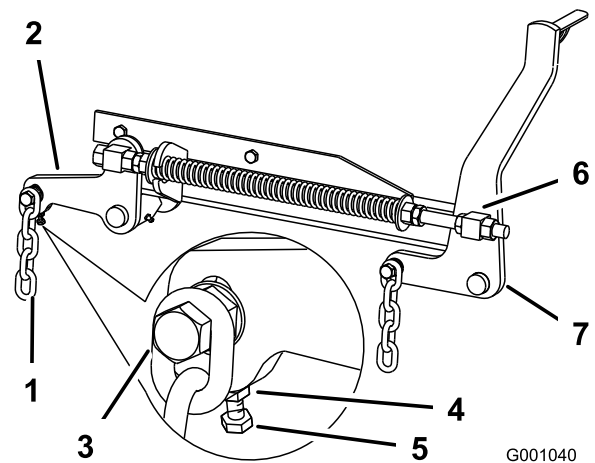

Figura 77
7. Si las medidas realizadas en las posiciones **B** o **C** no son correctas, afloje el perno que fija la cadena trasera al brazo de soporte trasero (Figura 77).
8. Afloje la contratuerca situada debajo del brazo de soporte trasero y ajuste el perno de ajuste hasta obtener una medida de 80 a 83 mm (3-1/8 a 3-1/4 pulg.) (Figura 77).
7. Afloje las contratuercas de pivote delantero, en la parte delantera de los pivotes derecho e izquierdo, aproximadamente 13 mm (1/2 pulg.) (Figura 77).
8. Ajuste las tuercas de elevación en el lado izquierdo y derecho de la máquina hasta obtener una distancia de 6 a 10 mm (1/4 a 3/8 pulg.) menos en la parte delantera en **A** que en la parte trasera, en **B** (Figura 77).